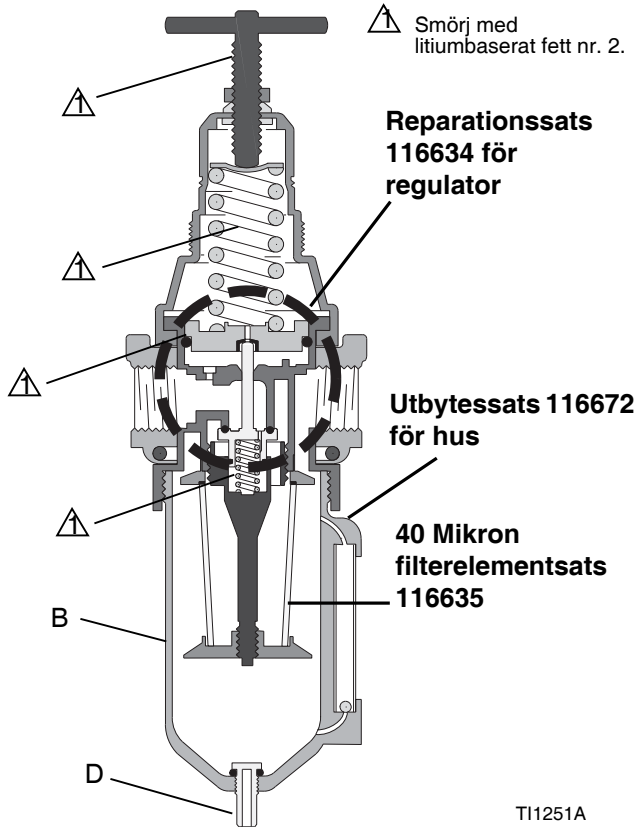

FIG. 1: 116521, 17C498 Reparationssatser
Tappa ur föroreningar ur behållaren varje dag innan de når upp till skiljeplåten, genom att öppna dräneringen (D) längst ner i botten på behållaren (B). Se FIG. 1.
Smörj lagerytan, alla o-ringar, gängorna på inställningsskruven och fjäderändarna med litiumbaserat fett nr. 2. Se FIG. 1. Sätt ihop regulatorn igen.